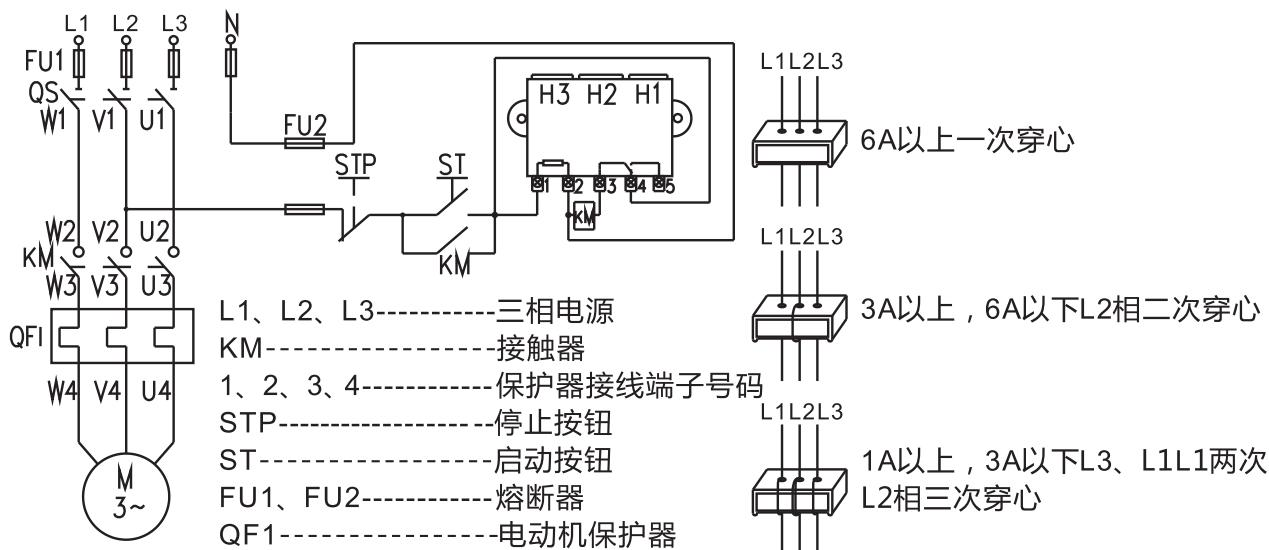

图4 控制电源电压AC220V 接线图
9 保护器系列产品接线图（见图4~图8）
9.1 BHQ-S-C 0.5A ~ 100A控制电源电压AC220V接线图见图4